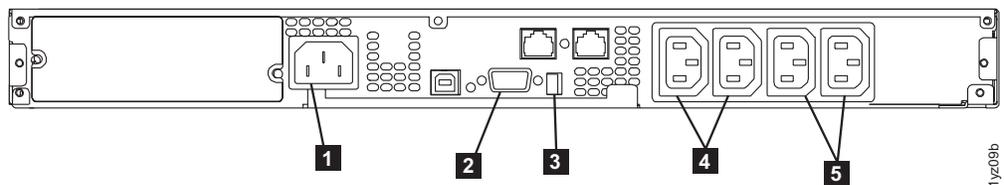

図 33. 2145 UPS-1U 電源ケーブルの取り付け
10. 2145 UPS-1U の背面で、2145 UPS-1U 主電源コネクタを電源ソケット **1** (図 33) に差し込みます。2145 UPS-1U は待機モードであり、インディケータはすべてオフです。